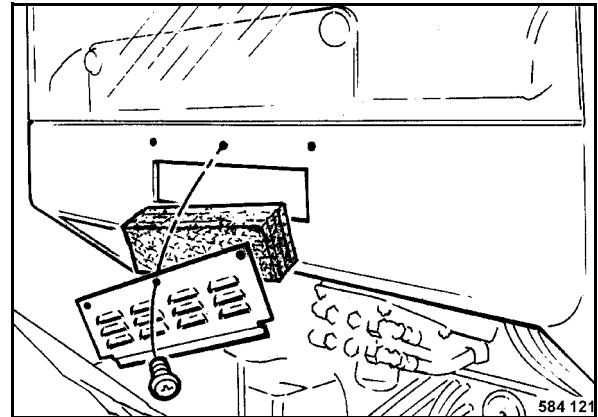

Fig. 213
- Svitare le viti di fissaggio della griglia di aerazione (Fig. 213) e togliere il filtro.